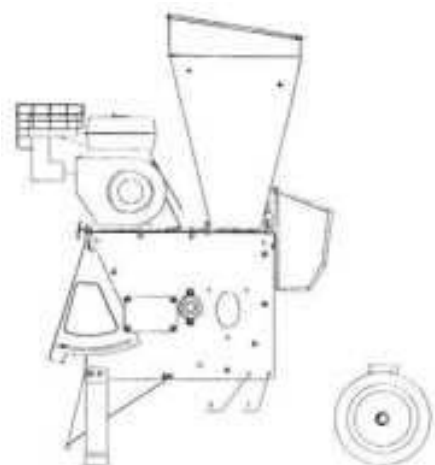

рис.3.
3. Установка кронштейна задней оси с колесами, см.рис.3.